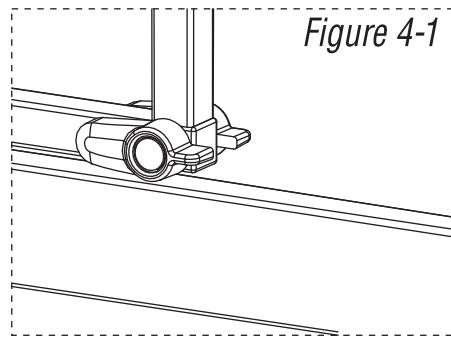
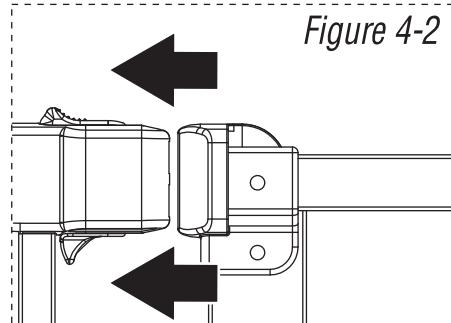

Figure 4-1
Figure 4-2
**Pour ouvrir** - Assurez-vous que les verrous de base au bas de la porte de la barrière sont en position horizontale (Figure 4-1), puis faites glisser les leviers supérieur et inférieur vers la porte et ouvrez-la. (Figure 4-2)